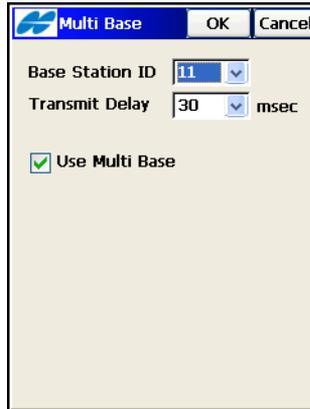

Abbildung 8-10. Mehrere Basisstationen
2. So richten Sie **Basis 1** ein: Verbinden Sie den Feldrechner mit Basis 1. Tippen Sie auf **Aufnahme ▶ Start Basis**. Das Fenster **Multi-Base** erscheint (Abbildung 8-10 auf Seite 8-11).
- Wählen Sie die Option *Multi-Base* im Menü oben links im Fenster **Start Basis**. Wählen Sie dann Werte für *Basis-Station PNr* und *Übertrag.verzög.* Sie könnten z. B. die Kennung der Basis als 11 festlegen und eine Übertragungsverzögerung von 30ms einrichten (Abbildung 8-10).